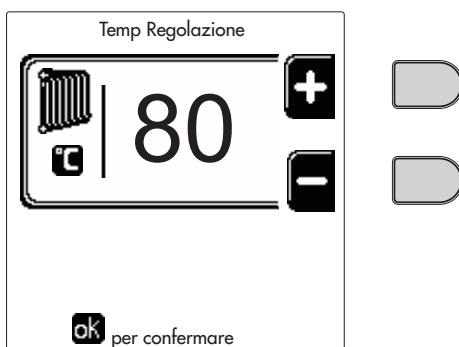

fig. 12
- **ON**. In caso di richiesta Riscaldamento/Sanitario, la caldaia lavora alla Temperatura di Regolazione Riscaldamento/Sanitario (fig. 12/fig. 14) impostata.
- In caso di richiesta Riscaldamento/Sanitario, la caldaia lavora alla Temperatura di Regolazione Ridotta. La temperatura Ridotta si ottiene sottraendo il valore della Temperatura Regolazione Riduzione (fig. 13/fig. 15) alla Temperatura di Regolazione Riscaldamento/Sanitario (fig. 12/fig. 14) impostata.